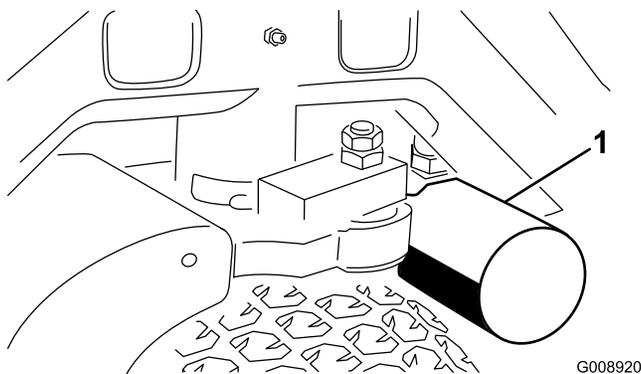
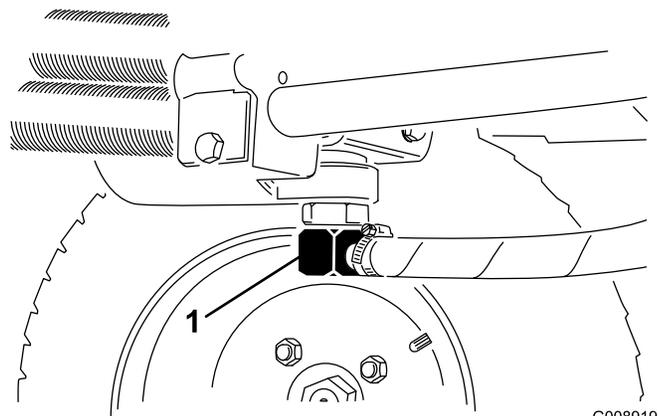

Figure 56
Figure 57
3. Nettoyez la zone autour de la surface de montage du filtre. Placez un bac de vidange sous le filtre (Figure 56) et enlevez le filtre.
2. Débranchez la conduite hydraulique (Figure 57) ou enlevez le filtre hydraulique (Figure 56) et laissez couler l'huile dans un bac de vidange. Rebranchez la conduite hydraulique quand la vidange est terminée.